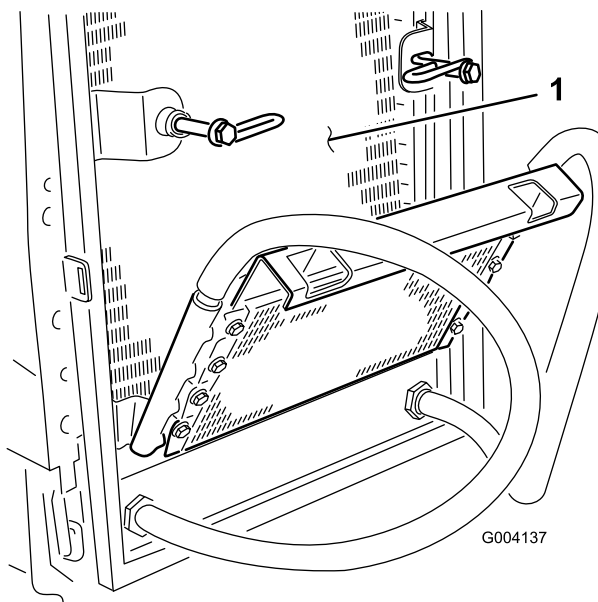

Figura 54
8. Dopo l'accurata pulizia di radiatore e radiatori dell'olio, eliminate ogni detrito che possa essersi accumulato in altre parti della macchina (Figura 54) utilizzando l'aria compressa.